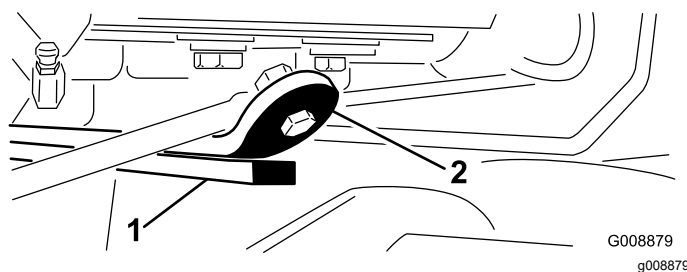

Рисунок 14
3. Запустите двигатель, поднимите режущие блоки и убедитесь в том, что зазор между износостойкой накладкой в верхней части износной планки режущего блока и отбойной накладкой составляет от 0,51 до 2,54 мм (Рисунок 14).